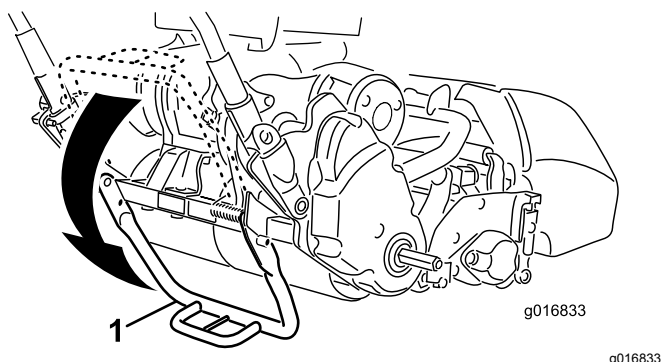

Bild 9
1. Drücken Sie die Mitte des Ständers mit dem Fuß nach unten und ziehen Sie die untere Holmstütze nach oben, bis der Ständer nach vorne gedreht ist und sich über der Mitte befindet (Bild 9).